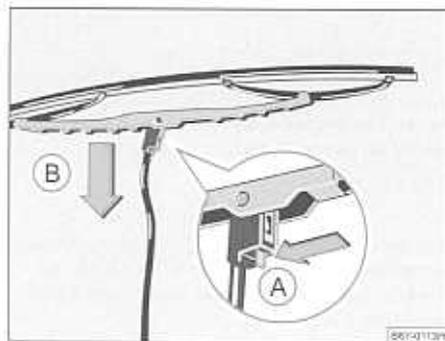

Fig. 40 Escobilla limpiaparabrisas
- Despliegue el brazo de la escobilla, apartándolo del cristal, y coloque la escobilla en posición perpendicular al brazo ⇒ fig. 40.
- Presione el resorte de seguridad en el sentido de la flecha (A) y, al mismo tiempo, presione la escobilla en el sentido de la flecha (B) ⇒ ⚠.